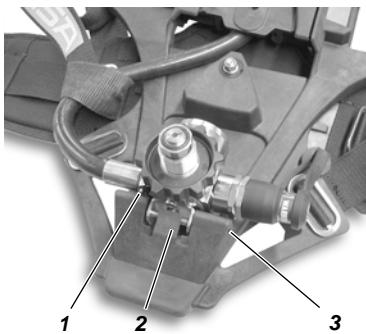
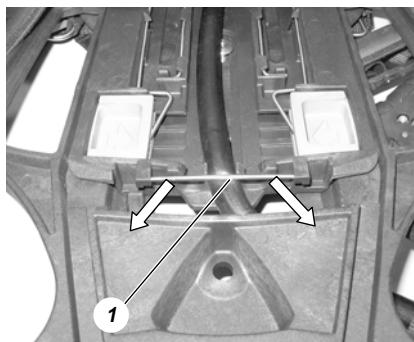

Fig. 9 Tag reduktionsventilen af
Fig. 10 Fjern ledningen
- (4) Skub skulderpolstrene ned til den laveste position på rygskjoldets sideslidser, vip knapperne lidt fremad og tag polstrene ud af slidserne.
- (5) Knap skulderpolstrene og hoftebæltet af bærepladen.
- (6) Tryk spændestiften (se Fig. 10) på multikanal-slangen skråt nedad og fjern den.
- (7) Udfør den samme procedure på den anden side af bærepladen.
- (8) Fjern multikanal-slangen fra holderen på rygskjoldet.
- (9) Skub spindlen (3) ud af reduktionsventilens holder (se Fig. 9).
- (10) Tag reduktionsventilen af rygskjoldet, men skub **ikke** stopfjederen op (2).